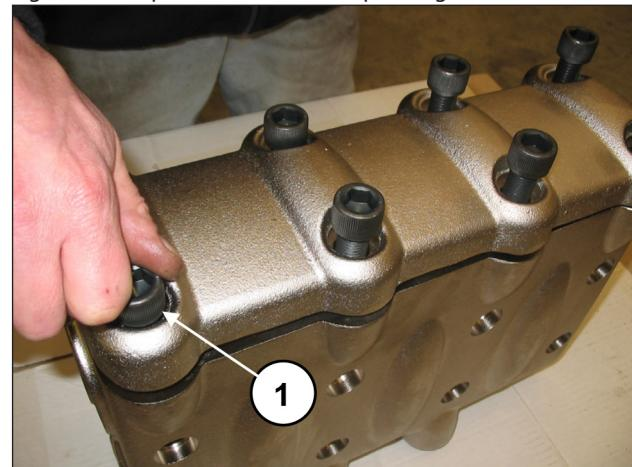
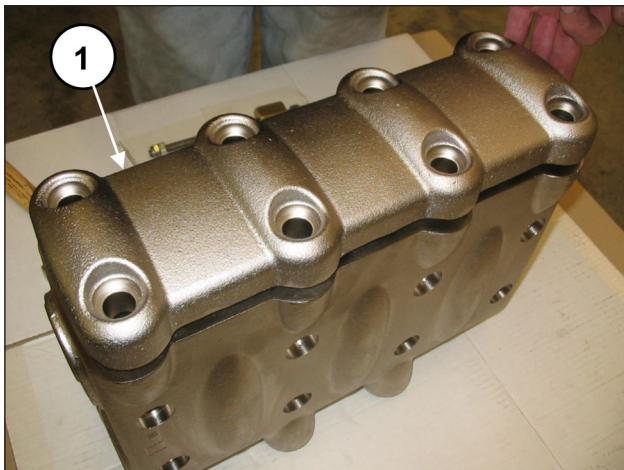

Fig. 106
Fig. 107
Déposer les 8 vis M16x55 du couvercle des soupapes (rep. ①, Fig. 106) et déposer le couvercle (rep. ①, Fig. 107).